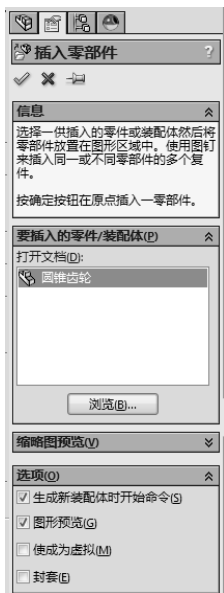

图 10-34 设置插入零部件操控板
- [1] 单击【装配体】工具栏上的【插入零部件】按钮 ，出现插入零部件操控板，单击【浏览】按钮打开一现有文件圆锥齿轮，设置插入零部件操控板，如图 10-34 所示。